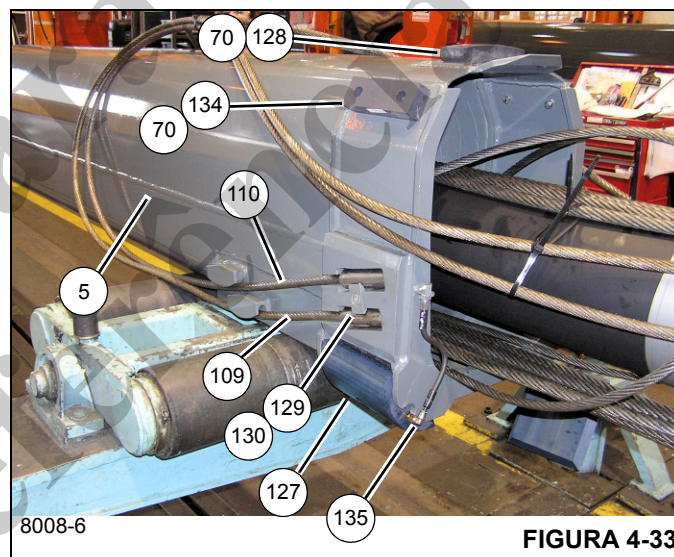

FIGURA 4-33
16. Monte o conjunto da placa de desgaste (134) em cada lado da parte traseira inferior do telescópio 4 (5) usando os dois parafusos (124) e as arruelas de pressão (25) (consulte a Figura 4-33).
17. Monte o conjunto da placa de desgaste (128) na parte traseira inferior do telescópio 4 (5) usando os dois parafusos (124).
18. Instale os dois conjuntos de cabos de extensão do telescópio 4 (109, 110) em cada lado da parte traseira do telescópio 4 (5); fixe cada conjunto de cabos ao telescópio 4 (5) usando a fixação de cabo (129) e o parafuso (130) (consulte a Figura 4-33).
20. Coloque o telescópio 3 (4) de cabeça para baixo e atrás do telescópio 4 (5); coloque o telescópio 3 (4) sobre apoios adequados.
21. Usando uma pistola de graxa ou um pincel, aplique graxa no interior do telescópio 3 (4) nas áreas onde as placas de desgaste traseiras do telescópio 4 tocarão após a montagem.
22. Alinhe o telescópio 3 (4) e o telescópio 4 (5) um com o outro.
23. Fixe a mangueira de graxa (135) e as peças relacionadas (79, 80, 77, 78) a cada placa de desgaste superior traseira (127), a seguir instale a placa de desgaste/conjunto da mangueira de graxa dentro do suporte de fixação em cada lado do telescópio 4 (5) (consulte a Figura 4-33).
**NOTA:** Não deixe que a placa de desgaste (127) fique pendurada na mangueira de graxa, pois as roscas da placa de desgaste podem ser danificadas. Se as roscas da placa de desgaste forem danificadas, substitua a placa de desgaste; não tente reparar com fita veda-rosca.
25. Introduza parcialmente o telescópio 4 (5) no telescópio 3 (4).
26. Use os calços (70) para ajustar os conjuntos da placa de desgaste traseira do telescópio 4 (128, 134) de tal modo que as placas de desgaste estejam dentro de 2 mm (0.08 pol.) das laterais e da parte inferior do telescópio 3. Um número igual de calços deve ser usado em cada lado.